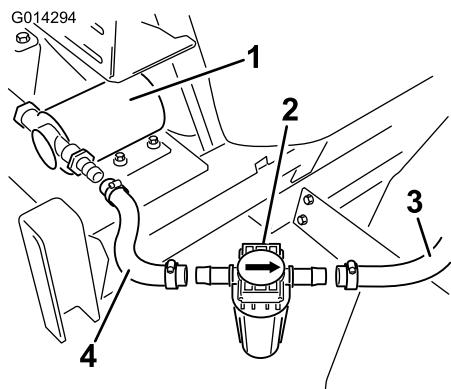

Figura 23
2. Montate il filtro in linea sulle estremità libere dei flessibili provenienti dalla pompa e dagli ugelli di lavaggio (Figura 23).